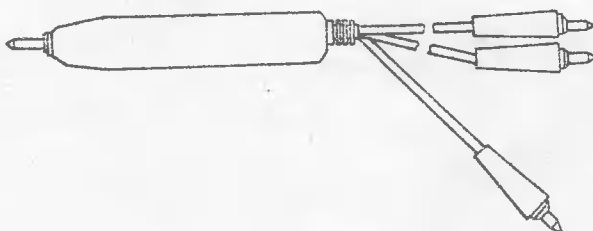

Рис. 4
5.3. На рис. 1, 2 представлены виды телетеста, иллюстрирующие органы управления, регулировки, индикатор мультиметра и гнезда для внешних подключений. Внешние виды соединительных кабелей представлены на рис.3, внешний вид выносного делителя 1 : 10 представлен на рис. 4.
Если предполагается работа с мультиметром, то к его входным гнездам (поз.1 рис.2) следует подключить кабель для измерения в цепях постоянного и переменного тока (поз.3 рис.3), а при измерении напряжений свыше 200 В подключается выносной делитель 1: 10 (рис. 4). В зависимости от характера измерений кнопками (поз.17, 18, 19 рис.1) выбрать соответствующий режим измерений, а кнопками (поз.20-23 рис.1) установить необходимый предел измерений. Исходные состояния органов управления перед включением телетеста в сеть: все кнопки отжаты, регуляторы УРОВЕНЬ ВИДЕО и УРОВЕНЬ 1 кГц - в положении минимального сигнала (против часовой стрелки до
При измерении постоянных напряжений от 200 до 1000 В на пределе 1000 В необходимо пользоваться выносным делителем 1 : 10 (рис. 4). По цифровому индикатору отсчитать полученное значение в вольтах.